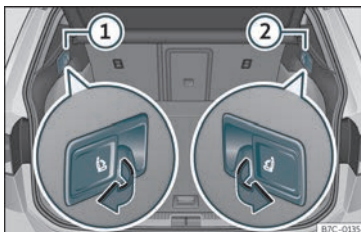

Fig. 108 No maleteiro: pancas para desbloqueio a distancia* das partes esquerda (1) e dereita (2) do respaldo traseiro.
- Tire da panca de desbloqueo »» fig. 108 da parte do respaldo que desexa abater.